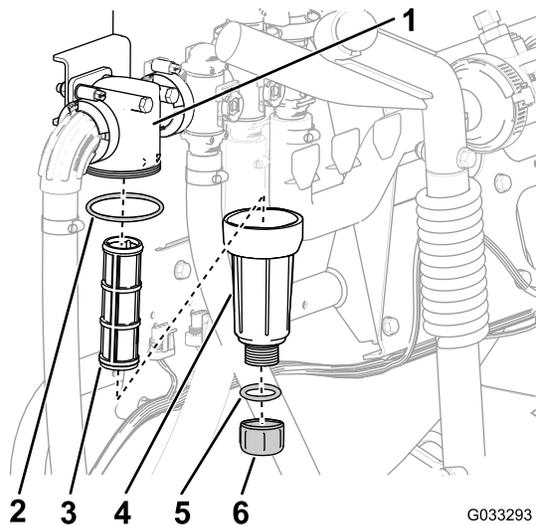

图30
2. 在压力式滤清器下放置一个排放盘 图30。
3. 逆时针旋转排油盖然后将其从压力式滤清器的油碗中取出 图30。
4. 逆时针旋转油碗然后拆下滤清器头 图30。
5. 拆下压力式滤清器的滤芯 图30。
7. 检查排油塞的垫片在油碗内侧和油碗的垫片在滤清器头内侧是否有磨损和损坏 图30。
8. 将压力式滤清器滤芯安装到滤清器头中 图30。
9. 将油碗安装到滤头上并用手紧固 图30。
10. 将排油盖安装到油碗底部的接头上然后用手拧紧排油盖 图30。